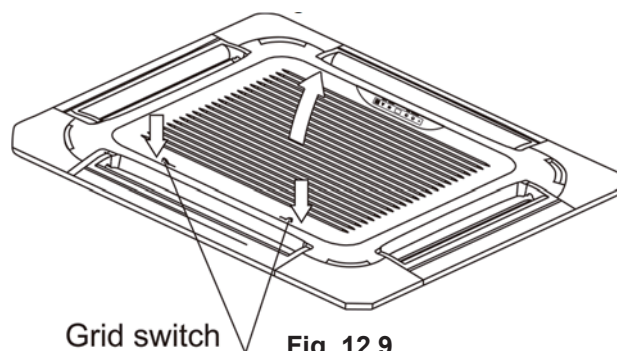

Fig. 12.9
(1) Retire la rejilla de la entrada de aire.
- Deslice hacia el centro las dos lengüetas de la rejilla al mismo tiempo y, a continuación, tire de ellas. (Consulte la Fig. 12.9).